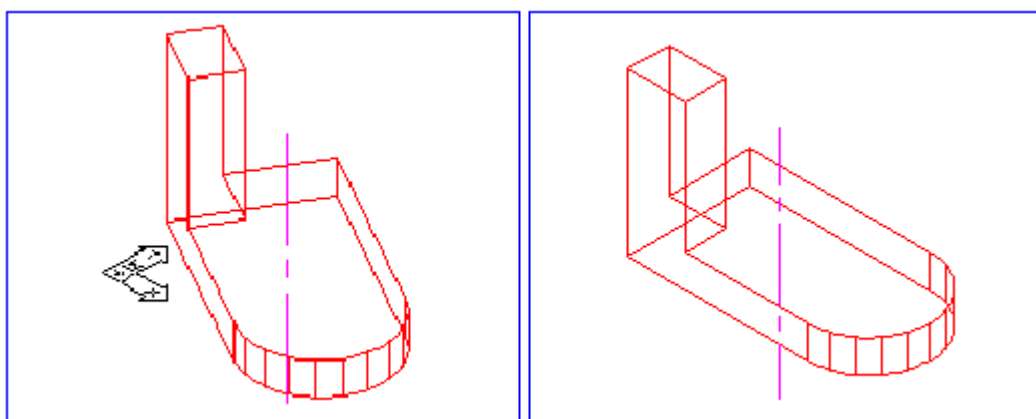

Рисунок 25 - К заданию 3.2.1
3.2.1 Создать тело и повернуть его вокруг оси на 30 градусов (рисунок 25).